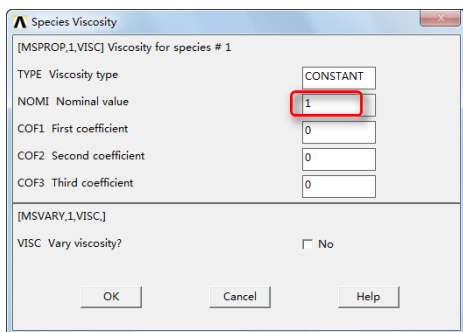

图 10-37 “Species Viscosity”对话框
⑭单击“OK”按钮会弹出“Species Viscosity”对话框，如图 10-37 所示，在“NOMI Nominal value”输入框中输入 1，其余采用默认设置。
③⑩单击“OK”按钮会弹出“Species Viscosity”对话框，如图 10-37 所示，在“NOMI Nominal value”输入框中输入 2，其余采用默认设置。
③⑫单击“OK”按钮会弹出“Species Conductivity”对话框，如图 10-37 所示，在“NOMI Nominal value”输入框中输入 0.2，其余采用默认设置。